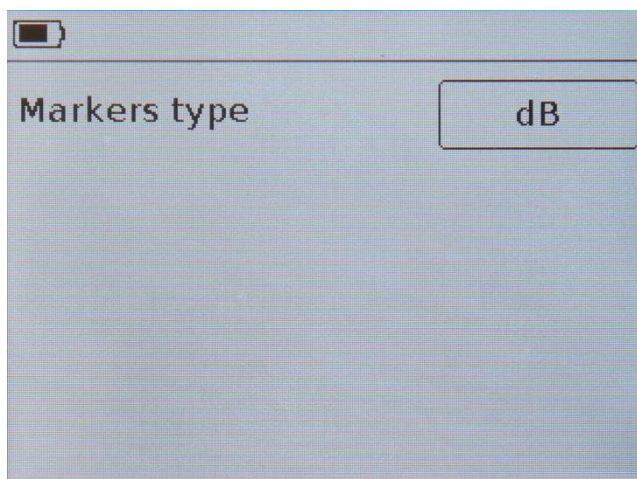

Рисунок 10.15 – Выбор единиц измерения, в которых отображаются потери в кабеле
- Для быстрого перехода из режима просмотра графика **Loss** в меню выбора единиц измерения (Рисунок 10.15) нажмите и удерживайте около двух секунд кнопку (14) «**PLOT**».
10.8.3. Выберите единицы измерения, отображающие потери в кабеле, например децибелы (dB), рисунок 10.15, если длина кабеля не имеет значения.